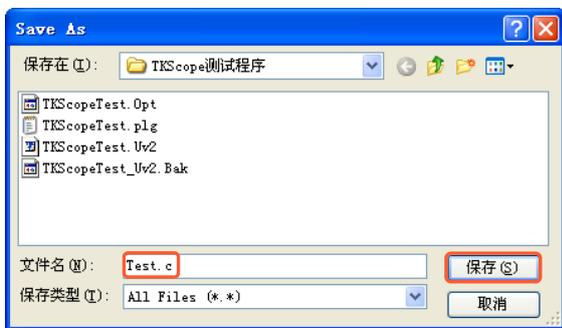

图 2.23 保存用户程序
**3** 系统弹出文件保存对话框。用户输入文件的名称和扩展名，如图 2.23 所示，然后点击【保存】。